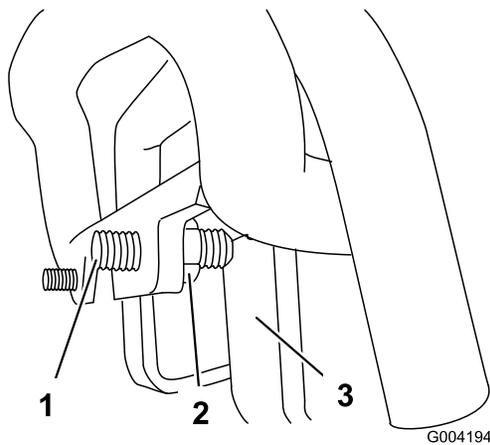

Figure 58
3. Si la machine se déporte vers la **gauche**, desserrez l'écrou de blocage **droit** et ajustez la vis de réglage du centrage à l'avant de la commande de déplacement (Figure 58).
4. Si la machine se déporte vers la **droite**, desserrez l'écrou de blocage **gauche** et ajustez la vis de réglage de centrage à l'avant de la commande de déplacement (Figure 58).